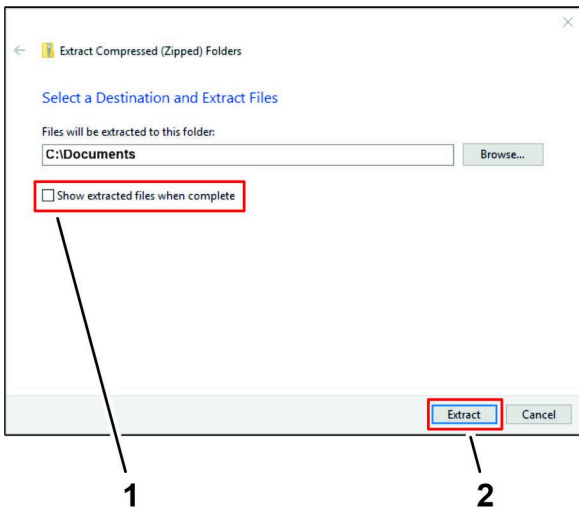

Figure 36
4. Dans la boîte de dialogue Extraire les dossiers compressés, décochez la case AFFICHER LES FICHIERS EXTRAITS UNE FOIS L'OPÉRATION TERMINÉE, puis cliquez sur le bouton EXTRAIRE (Figure 36).